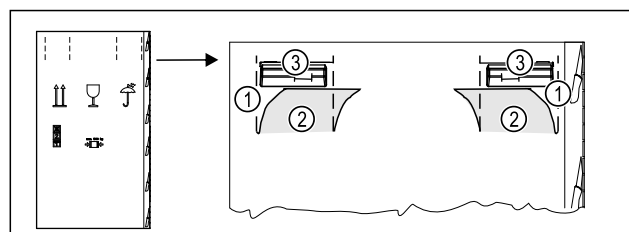

Fig. 4
- Comprimere il cartone di imballaggio in alto sulla perforazione Fig. 4 (1).
- Estrarre le linguette compresse Fig. 4 (2).
- La maniglia di trasporto Fig. 4 (3) a destra e a sinistra è visibile.
- Tenere l'apparecchio dalle maniglie di trasporto Fig. 4 (3).